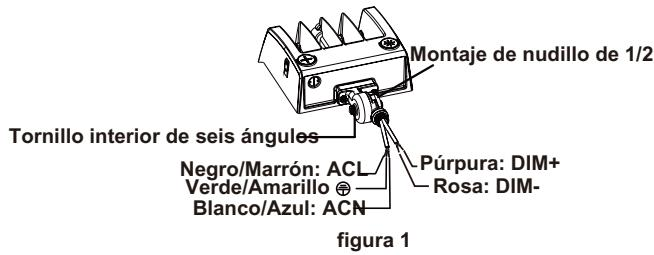
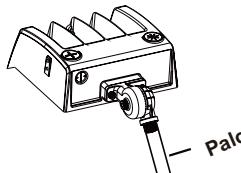

figura 1
figura 2
- Paso 2: Finaliza la conexión de los cables según el modo correcto de conexión (presta atención a los cables positivo, negativo y a tierra) (figura 1). A continuación, coloca el cable en el palo de la lámpara (figura 2).